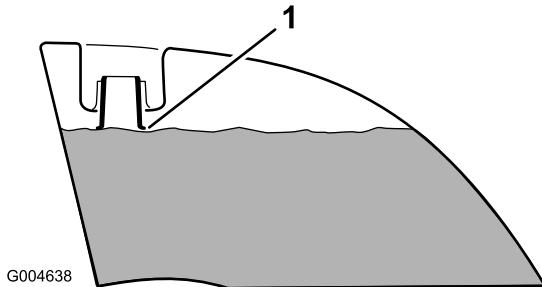

Figura 11
4. Adicione gasolina a ambos os depósitos de combustível até que o nível se encontre nivelado com o fundo do tubo de enchimento (Figura 11).